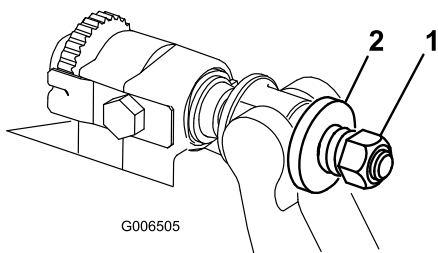

Figura 40
5. Aperte a porca da mola tensora até que a mola fique recolhida; em seguida, desaperte meia volta (Figura 40).